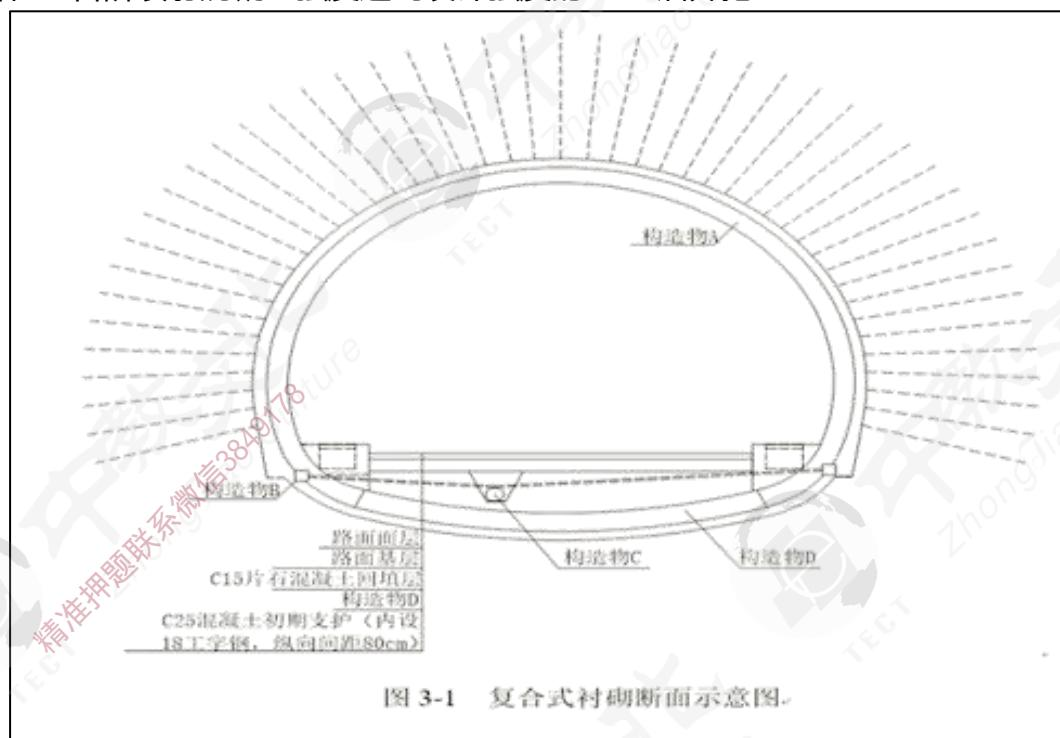

图 3-1 复合式衬砌断面示意图。
某高速公路隧道为双向四车道分离式隧道，隧道右线长 1618m，左线长 1616m，设计净空宽度 10.8m，净空高度 6.6m，设计车速 80km/h。该隧道围岩主要为 IV 级，采用复合式衬砌，衬砌断面设计如图 3-1 所示。
2. 写出图 3-1 中构造物 A、B、C、D 的名称。